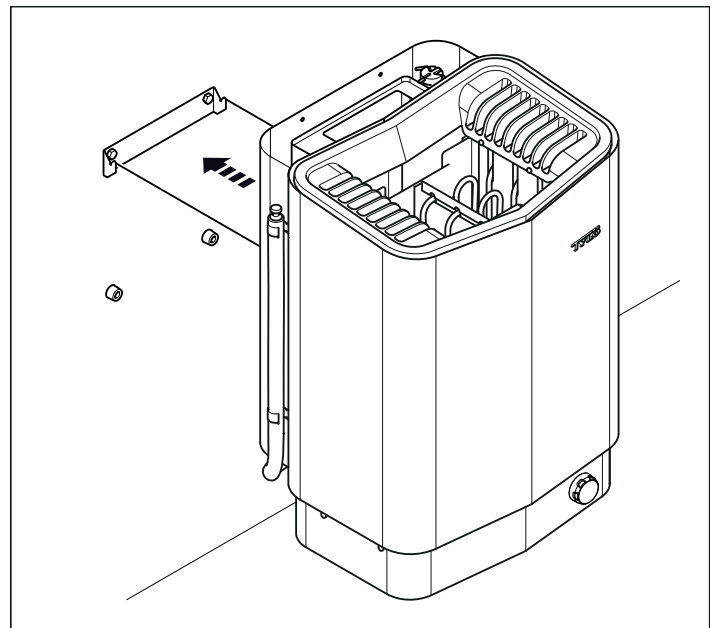

Figure 11 : Suspendez le poêle.
9. Accrochez l'appareil sur le support (voir figure 11).